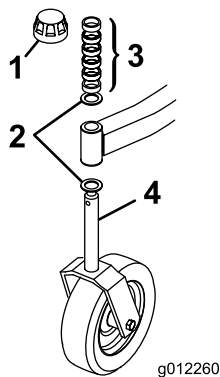
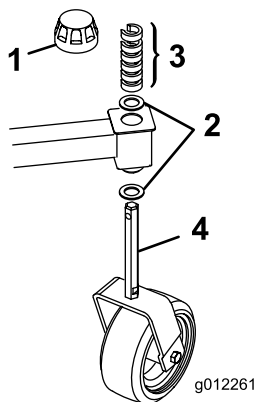

Figura 2
Figura 3
1. Retire los casquillos tensores de los ejes y retire los espaciadores y las arandelas de empuje (Figura 2 y Figura 3).
2. Deslice los espaciadores sobre el eje de la rueda giratoria para obtener la altura de corte deseada; consulte la tabla de Alturas de corte, en la sección Ajuste de la altura de corte. Coloque una arandela de empuje sobre el eje. Introduzca el eje grande por el brazo de rueda giratoria delantero y el eje pequeño por el brazo de rueda giratoria trasero. Instale otra arandela de empuje y los espaciadores restantes en el eje e instale el casquillo tensor para fijar el conjunto (Figura 2 y Figura 3).